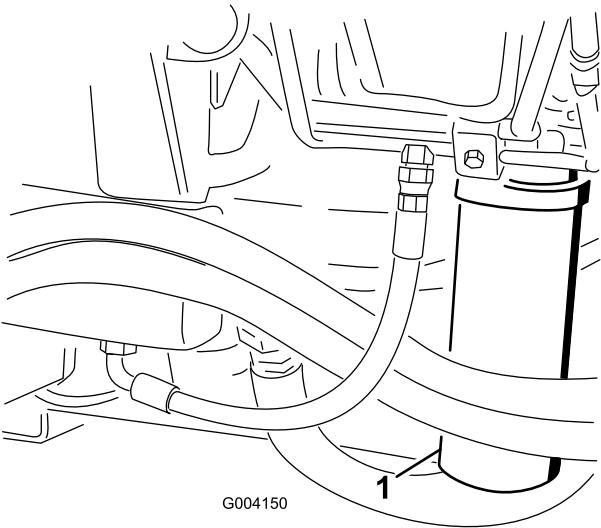

Figure 71
2. Nettoyez la surface autour de la zone de montage du filtre et placez un bac de vidange sous le filtre (Figure 70) et (Figure 71).